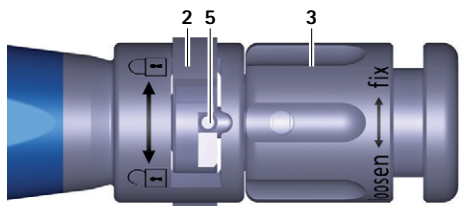
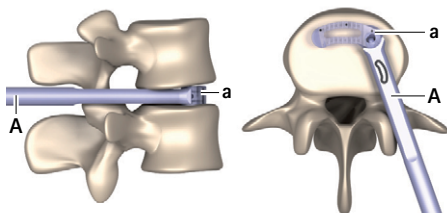

Рис. 3 Детальное изображение установочного инструмента, переключатель в закрытом положении
Рис. 11 Рабочий имплантат в конечном положении
- Повернуть переключатель 2 вправо (направление ) (направление ) (направление ), см. Рис. 3.
- ▶ Повернуть поворотную гайку **3** против часовой стрелки (направление "loosen" ("вперед")), пока пин **5** не будет полностью находиться в переключателе **2**, см. Рис. 3. При этом следить за тем, чтобы пин **5** не защемлял переключатель **2**
- ▶ Повернуть переключатель **2** вправо (направление  $\text{↷}$ ), см. Рис. 3.
- ▶ Когда конечное положение (см. Рис. 11) достигнуто: Повернуть поворотную гайку 3 против часовой стрелки (направление "loosen" ("вперед")), пока пин 5 не будет полностью находиться в переключателе 2, см. Рис. 3. При этом следить за тем, чтобы пин 5 не защемлял переключатель 2
- ▶ Повернуть переключатель 2 вправо (направление , см. Рис. 3.